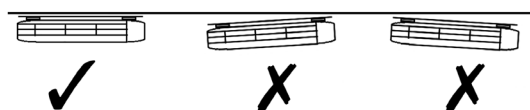

Figura 8
- Mettere la placca di installazione ① in posizione orizzontale su una parete sufficientemente solida e mantenere uno spazio attorno alla placca di installazione. Vedi la figura 8.
- Se la parete è fatta di mattoni, cemento o un materiale simile, occorre praticare con il trapano sei buchi con un diametro di 5 mm nella parete. Applicare i tappi ② per le relative viti di fissaggio ③.
- Montare la placca di installazione ① alla parete con sei viti del tipo "A" ③.